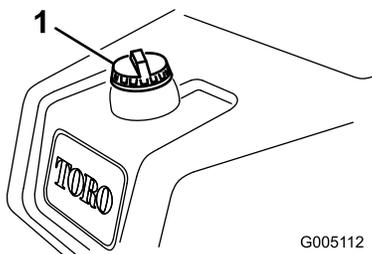

図 29
1. 燃料キャップ (図 29) の周囲をきれいに拭いてキャップ外す。